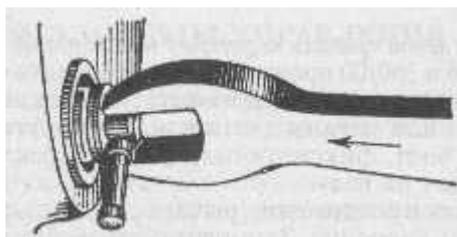

Рис. 111. Снятие стопорных штифтов пружин муфты сцепления
1. Сжав ключом пружину сцепления (рис. 111), вынуть стопорный штифт. При этой операции на второй конец ключа нужно намотать тряпку, чтобы губки ключа не врезались в руку. Нажимать следует строго перпендикулярно дискам сцепления, иначе ключ соскочит. Аналогично вынимаются другие штифты.